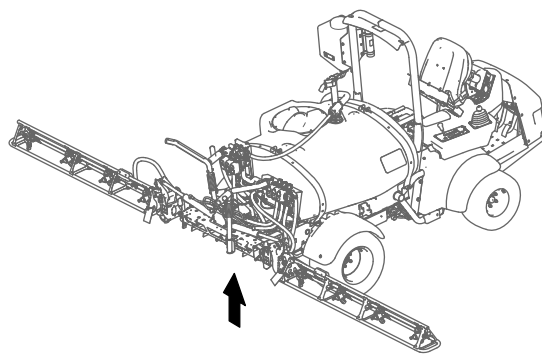

Figura 81
- Montate il flessibile di alimentazione della barra centrale sul raccordo a T nella sezione della barra centrale (Figura 81).